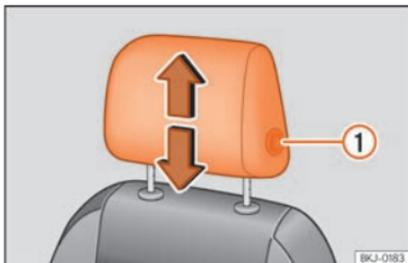
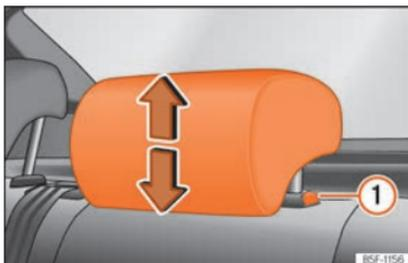

Fig. 110 Banco dianteiro: ajuste do encosto de cabeça.
Fig. 111 Encosto de cabeça traseiro: ajuste do encosto de cabeça.
deve pressionar o botão »» **Fig. 110** ①; no caso dos traseiros é apenas necessário pressionar o botão »» **Fig. 111** ① para baixá-los »» **Δ em Introdução ao tema na página 137.**
- Pressione o botão lateral »» **Fig. 110** ① e retire o encosto de cabeça.